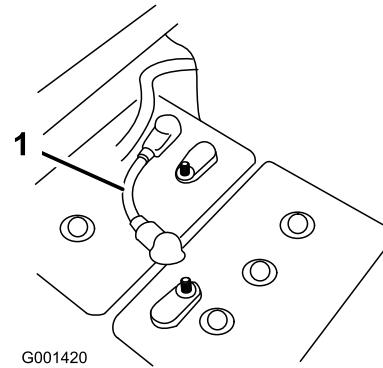

図 2
4. バッテリーケーブルのうちの 1 本を外して車両への電源供給を遮断する（図 2）。